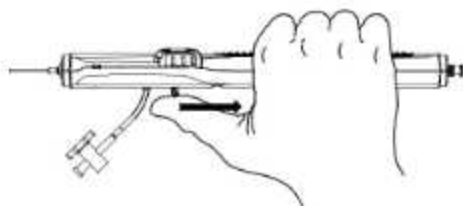

Figura 3. Despliegue del stent usando la palanca de despliegue
f. Con el extremo distal del stent apoyado en la pared del vaso y manteniendo el mango en una posición fija, tire hacia atrás la palanca de despliegue para desplegar el resto del stent [Figura 3].